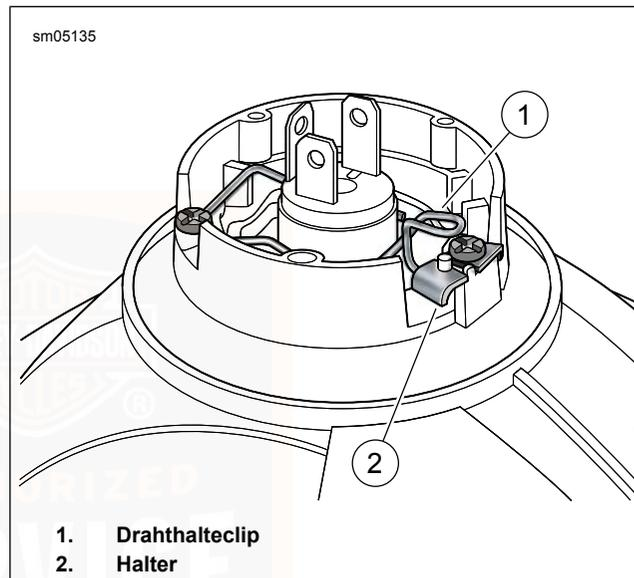

Abbildung 44. Drathalteclip
7. Siehe Abbildung 44. Den Drahtbügelverschluss nach unten drücken um ihn von der Halterung zu lösen. Den Drahtbügel zur Seite klappen.
2. Siehe Abbildung 44. Den Drahtbügel in Stellung drehen und an der Lippe des Halters arretieren.